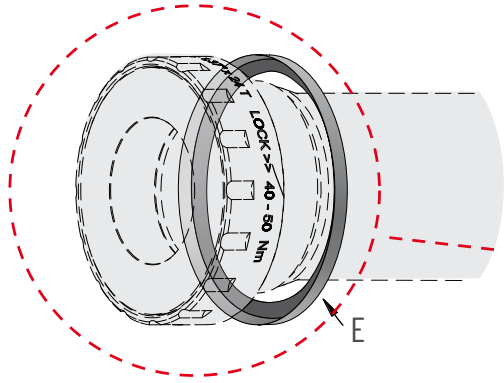

FIG. 1
MONTAGGIO CALOTTE MOVIMENTO EVO MAX (36X24 TPI ITA - 1,370X24 TPI BSC) (FIG. 1)
• Avvitare in battuta la calotta destra (A) nella scatola movimento (B), con coppia di chiusura di 45-50Nm (Fig. 1)
• Inserire i distanziali nella scatola movimento assicurandosi che l'anello compensatore (E) sia posizionato correttamente (Fig. 1) ed avvitare la calotta sinistra (C) con coppia di chiusura di 45-50Nm